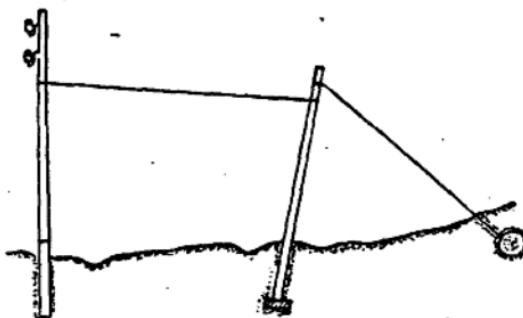

图21
1. 由于受地形限制，不能做拉线时，可以用高拉椿的办法来解决，如图21所示。